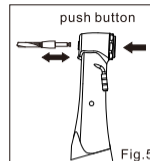

Fig.5
- 4) For å fjerne bor, trykk på trykknappen og fjern bor (Fig. 5).